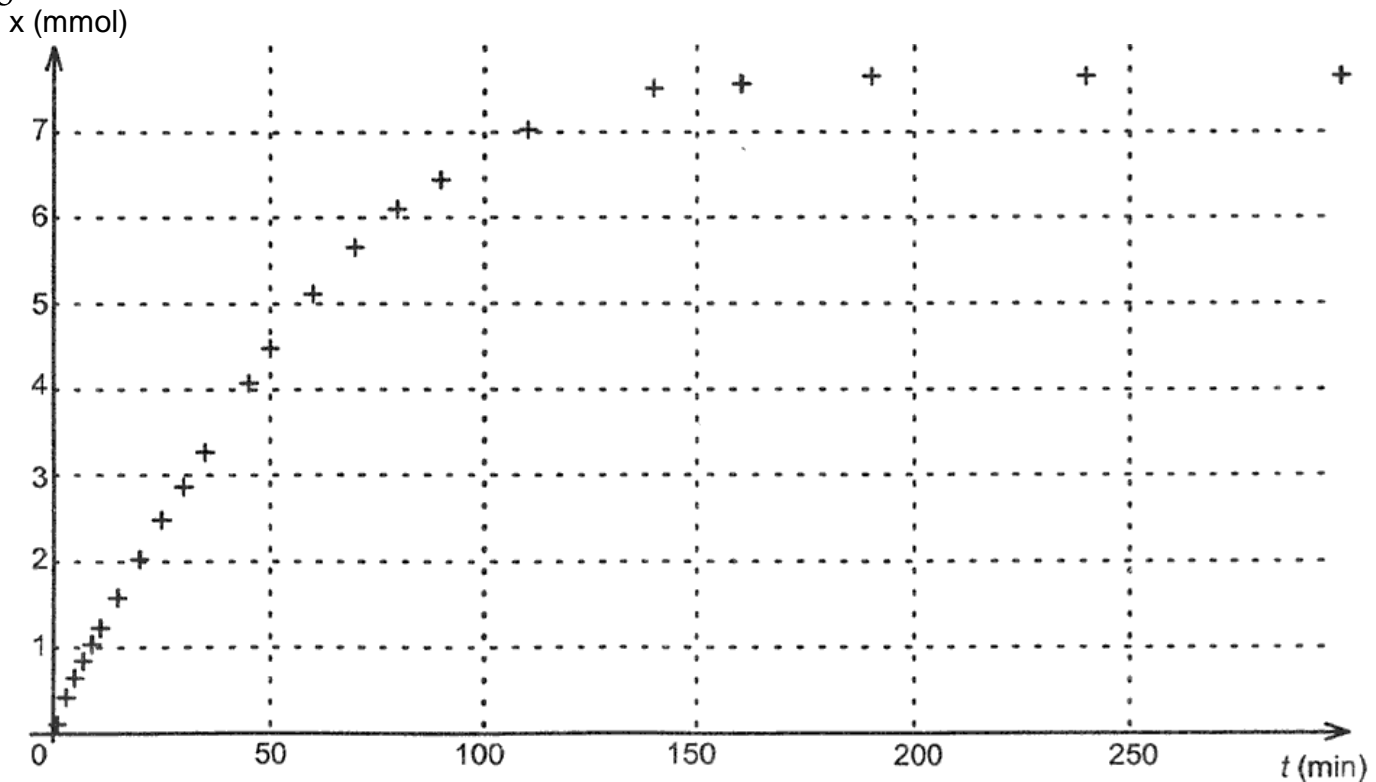

Figure 2
Le graphe de la figure 2 donne les valeurs de la pression, mesurée à différentes dates par le capteur de pression., sont reportées
La courbe donnant l'évolution de l'avancement x en fonction du temps est représentée sur la figure 2.
1.4. Comment peut-on déduire de la figure 2 l'évolution de la vitesse volumique de réaction au cours de la transformation chimique étudiée ? Décrire qualitativement cette évolution.